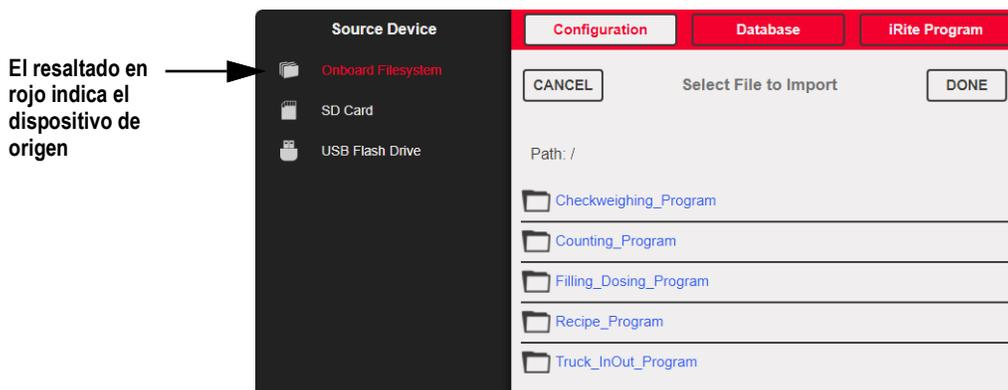

Figura 14-1. Importación de configuración
NOTA: La pantalla de importación de la configuración tiene el mismo aspecto tanto si se importa desde un sistema de archivos integrado como desde una tarjeta Micro SD o una unidad flash. La única diferencia es que el dispositivo de origen está resaltado en rojo en la parte izquierda de la pantalla. Para ver un ejemplo, consulte la Figura 14-1, donde un archivo es importado desde un sistema de archivos integrado.
2. Presione **Import from File** (Importar de archivo). Aparece la pantalla de importación, consulte la Figura 14-1 en la página 132. Cargue los dos archivos .rev y .cod para usar los programas de aplicación integrados.
4. Seleccione **Import from File** (Importar desde archivo). Aparece la pantalla de importación, consulte la Figura 14-1 en la página 132.
2. Presione **Import from File**. Aparece la pantalla de importación, consulte la Figura 14-1 en la página 132.
3. Presione **Import from File**. Aparece la pantalla de importación, consulte la Figura 14-1 en la página 132.